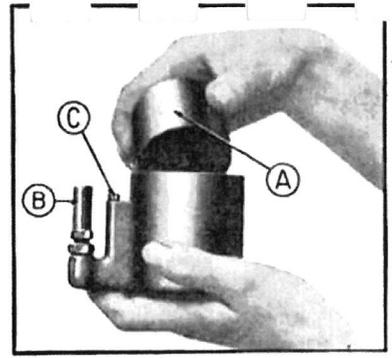

*Fig. 237.* — Démontage du carburateur.
- 2—Dévisser l'écrou de démontage placé à la partie supérieure du carburateur (*fig. 237*), retirer la cuve et enlever le flotteur.